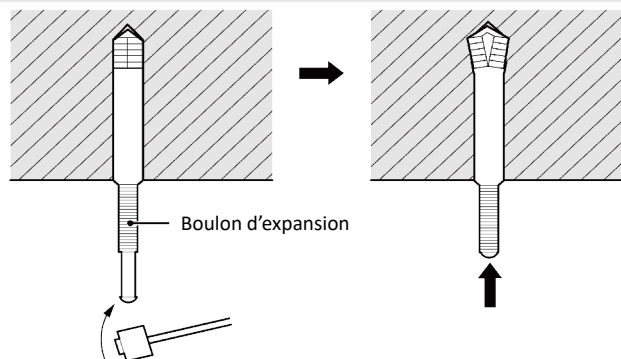

Fig. 4.1.4
- Insérez le boulon d'expansion M10 dans le trou, puis enfoncez le clou dans le boulon, comme illustré à la Fig 4.1.4.